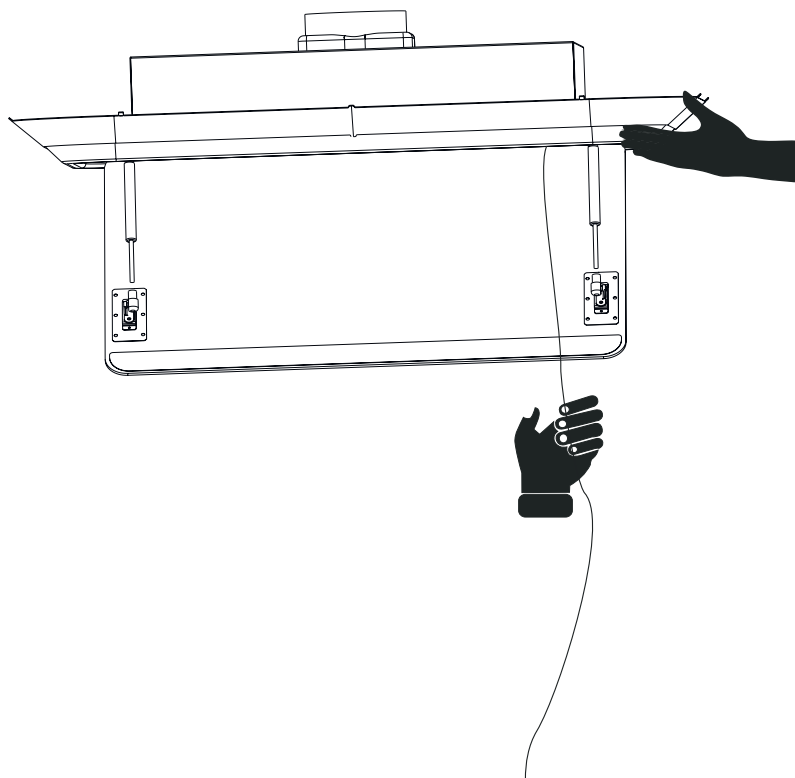

Fig. 15
- 10.** For at hæve emhætten ved brug af stålwire; løft emhætten med en hånd på den korte side og træk nu i stålwirene en efter en. Gør nu dette på skift på emhættens korte sider. For hver gang der trækkes i stålwirene, låser sikkerhedslåsen stålwiren fast (Fig. 15).